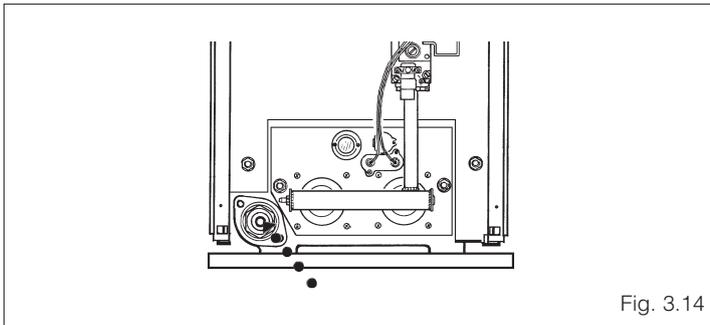

Fig. 3.14
Per le caldaie **Novella** deve essere predisposto un opportuno sistema di carico impianto che si innesta sulla linea di ritorno (fig. 3.14).
- Prima di iniziare questa fase verificare che il rubinetto di scarico della caldaia sia chiuso (fig. 3.14)